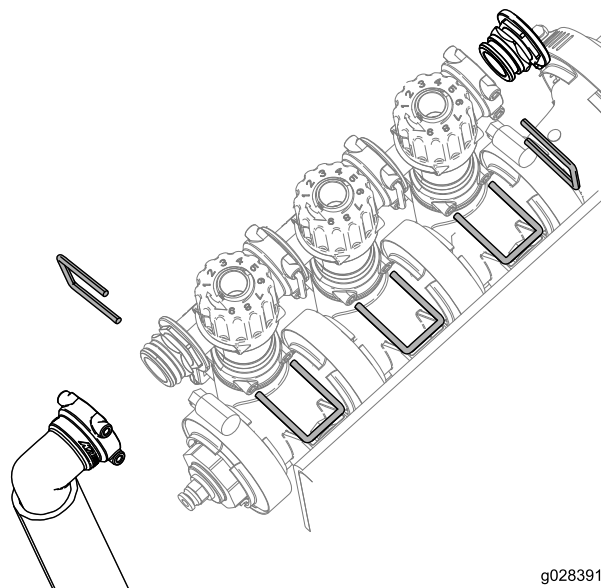

Figure 4
3. Déposez les étriers de fixation du bloc de réglage de dérivation, le bouchon d'extrémité et l'ensemble raccord et flexible, comme montré à la Figure 4.